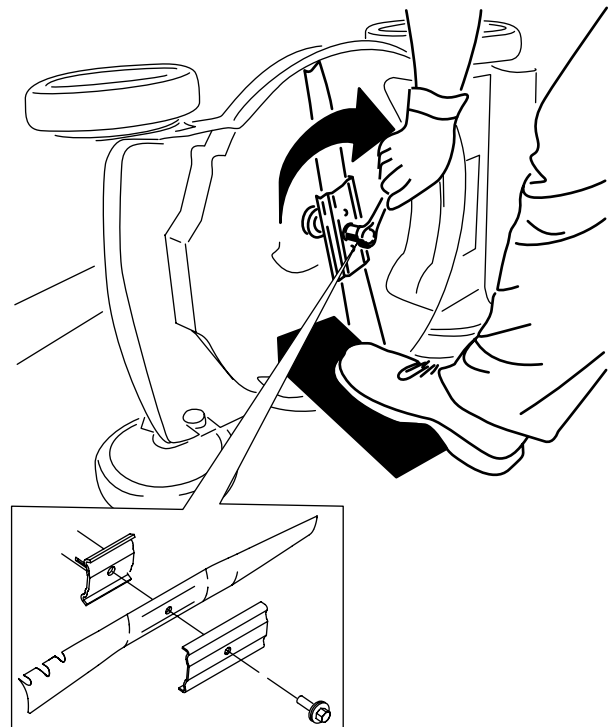

Figura 17
4. Instale la cuchilla nueva y el perno de la cuchilla (Figura 17).